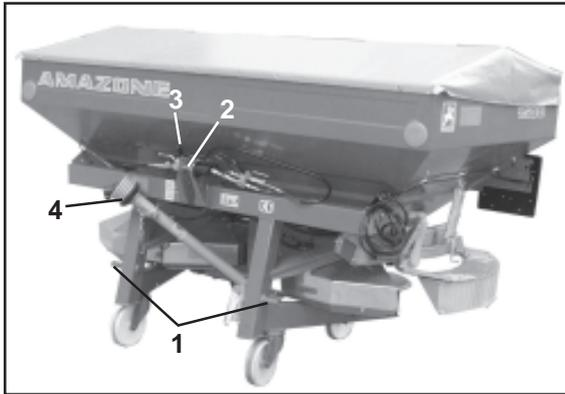

Fig. 5.1
Fig. 5.1 a
- Introduisez les bras inférieurs du tracteur sur les tourillons (cat. II) (fig. 5.1/1 ou 5.2/1) et goupillez. Pour le **ZA-M maxIS** introduisez le tourillon dans le perçage supérieur de la chape d'attelage inférieure et goupillez en sécurité. La chape fournie de série offre une deuxième possibilité d'attelage et permet d'atteler la machine 120 mm plus haut (par exemple pour les épandages tardifs).
- Introduisez l'axe (cat. II) (fig. 5.1/2 ou 5.2/2) dans le tirant supérieur et goupillez en sécurité.
**Le levier de verrouillage (fig. 5.1/3 ou 5.2/3 et fig. 5.1a/1) doit être verrouillé.**
Après dépose de l'épandeur, accrocher la transmission à cardan au crochet prévu à cet effet (fig. 5.1/4 et/ou 5.2/4).